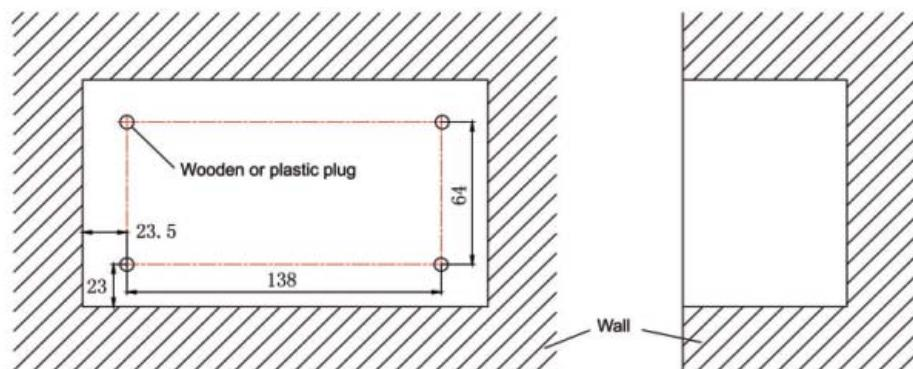

Abb. 3.9 Schema für die Bohrungen zur Wandbefestigung
- Wenn die zentrale Steuereinheit an einer Wand installiert wird, eine Öffnung mit 180 mm x 107 mm x 62 mm herstellen und 4 passende Anschlüsse anbringen, gemäß Abb. 3.9.